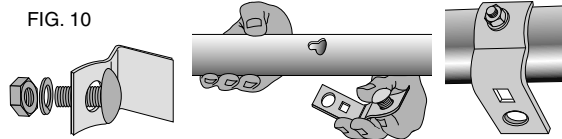

FIG. 10
PASO 16. Ensamblado del riel de 52" (1.32m) delantero y soportes (Fig. 10).